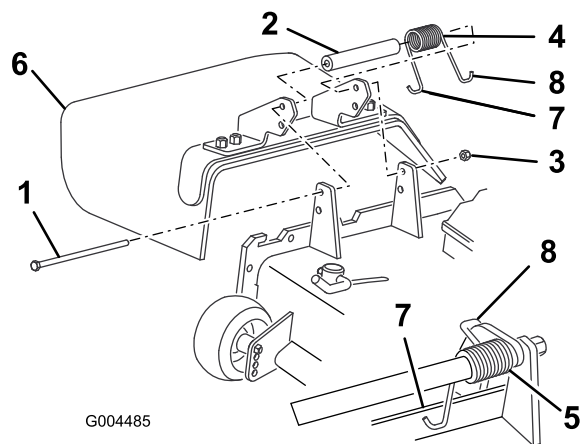

Figura 71
2. Retire la contratuerca, el perno, el muelle y el espaciador que sujetan el deflector a los soportes de pivote (Figura 71). Retire el deflector de hierba dañado o desgastado.
3. Coloque el espaciador y el muelle entre los soportes del deflector de hierba nuevo (Figura 71). Coloque el gancho en J del extremo izquierdo del muelle detrás del reborde de la carcasa.
4. Instale el perno y la tuerca. Coloque el extremo derecho en J del muelle alrededor del deflector de hierba (Figura 71).